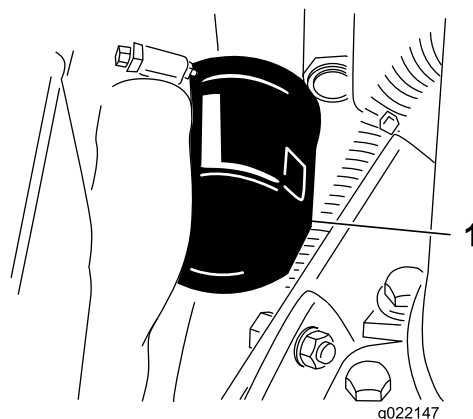

Figura 52
3. Retire el filtro de aceite (Figura 52).